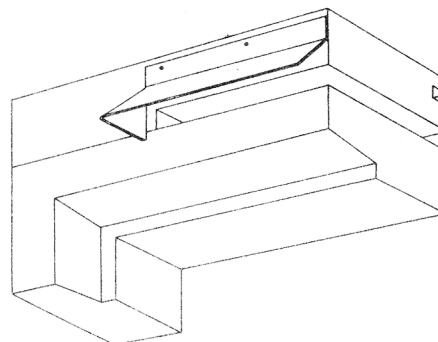

Fig. 24.
- 24 Åpningene må forsynes med beslag utvendig som antyd det på fig. 24, for å beskyttes mot snø og regn.